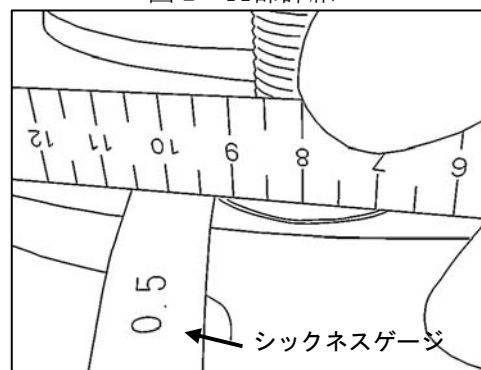

図4
3. 1箇所（図4）の未摩耗部に直定規を密着させ、脇にて段差を計測する。（図4）